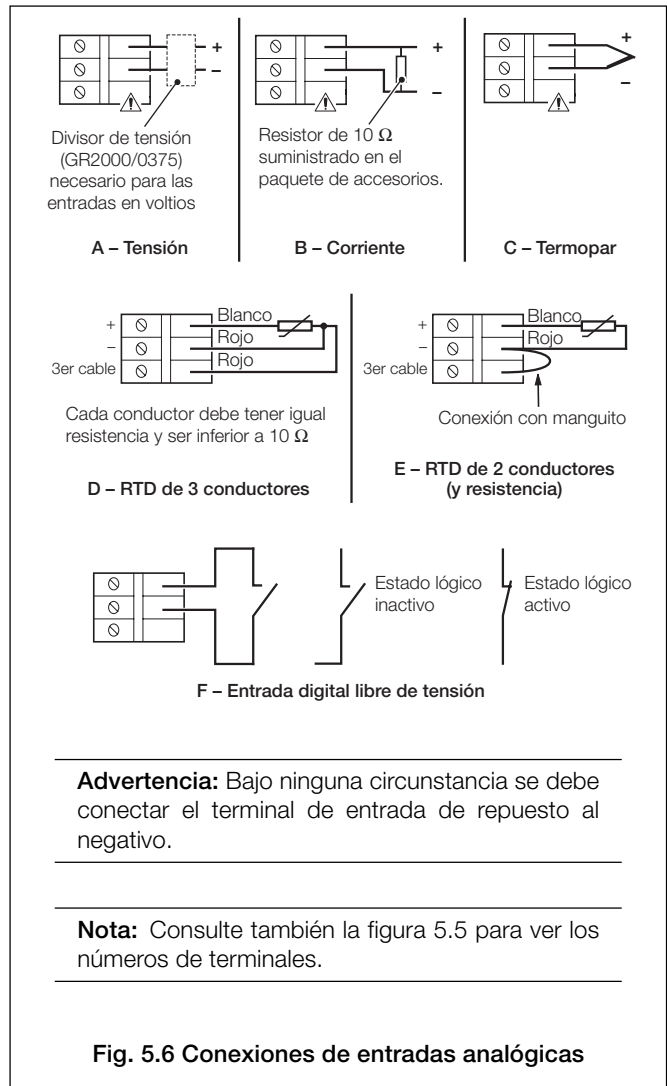

Fig. 5.6 Conexiones de entradas analógicas
5.4.1 Corriente y tensión (Fig. 5.6)
5.4.2 Termopar (Fig. 5.6)
5.4.3 Termorresistencia (RTD) (Fig. 5.6)